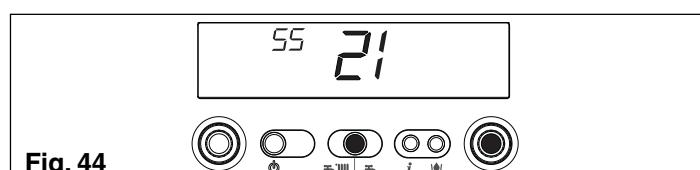

Fig. 44
- apasati ENTER pentru a confirma noua valoare. Cifrele nu mai clipesc (fig. 44)